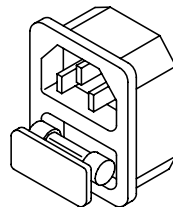

图2.2 保险丝座
2.2.4 保险丝座位于交流电源插座下方，检视保险丝前务必先拔除电源线，以避免电击的危险，取出保险丝座时，图2.2所示可以使用一把较小的平头螺丝起子，换上如表1.2所示正确规格的保险丝。